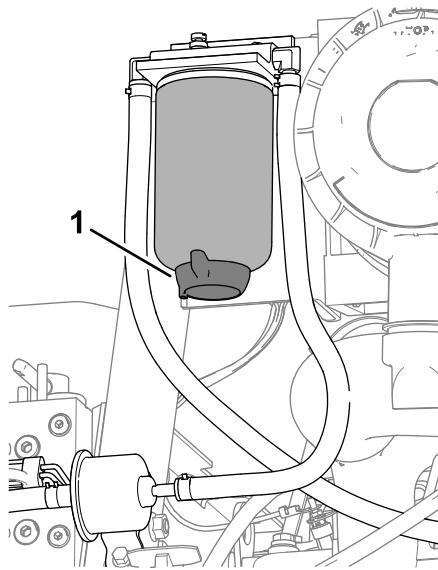

Figura 72
3. Coloque un recipiente debajo del filtro del separador de combustible/agua (Figura 72).